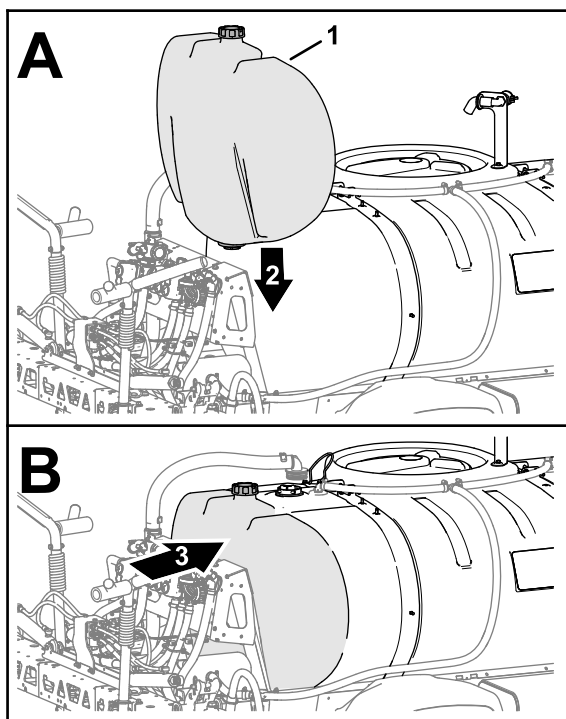

Figura 12
4. Se a sua máquina tiver o kit de depósito de lavagem opcional instalado, alinhe o depósito com a máquina como se mostra na figura (Figura 12).